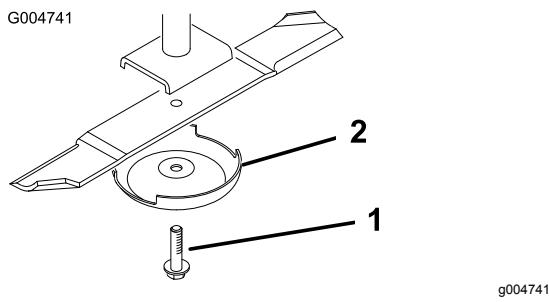

Figura 110
- o parafuso da lâmina, o recipiente antidanos e lâmina do eixo (Figura 110).